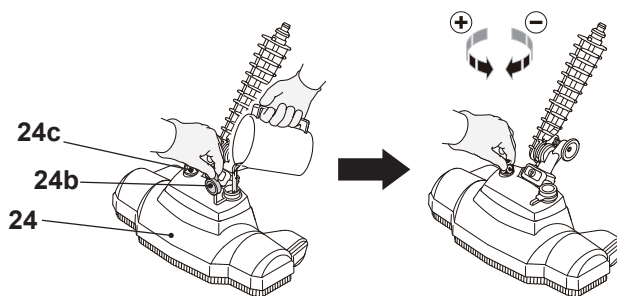

Fig. 14
9. Abra el tapón (24b) llene con el detergente adecuado y cierre después. (Fig. 14).